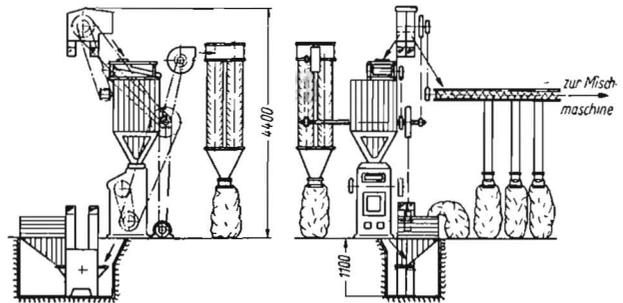

Bild 1. Schrotmaschinenanlage [VEB (K) „Fanal“]
Bei den Maschinen der Futterwirtschaft ist die Schrotmaschinenanlage (Bild 1) des VEB (K) „Fanal“ Bad Frankenhausen recht beachtenswert. Dieses Aggregat zeichnet sich durch gute Leistung und geringen Energiebedarf aus. Besondere Bedeutung hat diese Anlage noch deshalb, weil sie mit Förder-einrichtung verbunden in vorhandenen Bauten zweckmäßig eingesetzt werden kann. Durch Einbau von Schaltelementen ist auch eine Ausnutzung des Nachtstroms möglich.